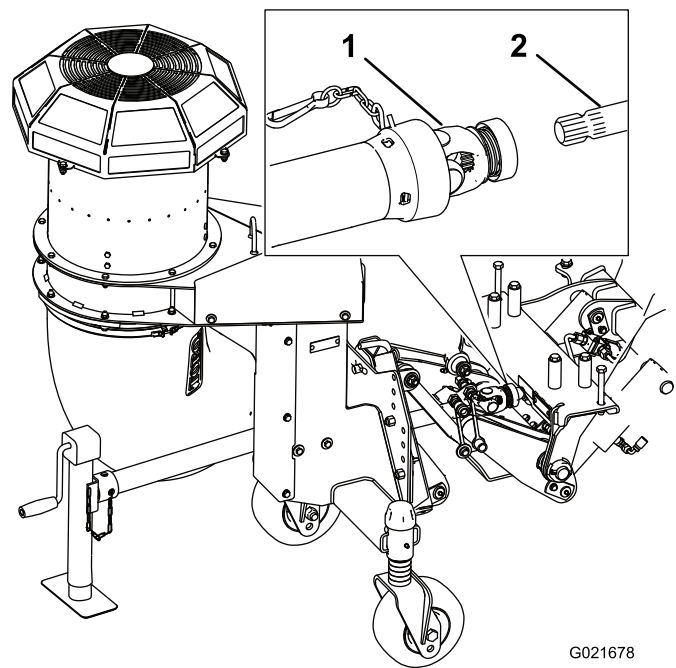

図 8
5. 駆動シャフトをクイックアタッチフレームに取り付けるクイックカップラをシャフトに嵌めれば良い図 8。
6. 安全ンチェーンをクイックアタッチフレームに固定する図 8。